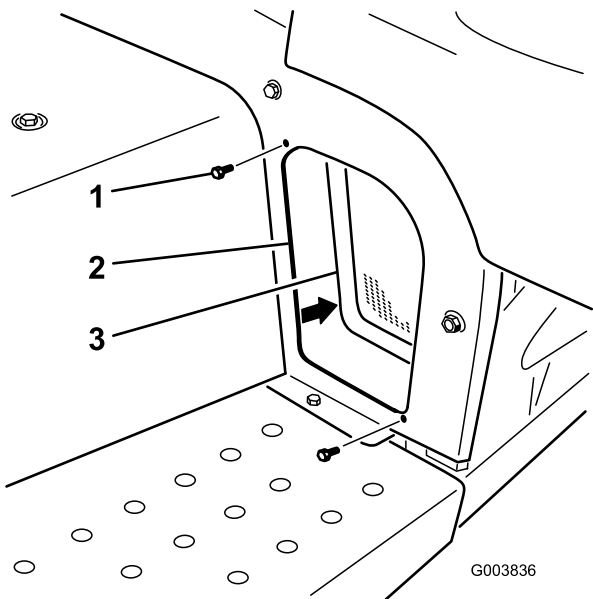

Figure 6
5. Retirez les 2 boulons à embase qui fixent l'écran avant gauche au bâti (Figure 6). Déposez l'écran et les fixations et conservez-les.